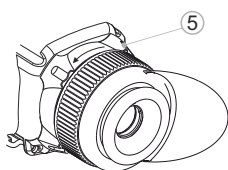

Fig.4
- Ruotare l'anello di bloccaggio dell'oculare (5) in senso antiorario fino a sentire un clic e rimuovere l'oculare (Fig. 4).
- Far scattare la leva (18) dalla posizione iniziale "APERTO" di apertura alla posizione "CHIUSO" (fig. 4). Verificare che l'adattatore sia inserito saldamente sulla lente dell'obiettivo.
- Allentare la vite di bloccaggio (19) con la chiave esagonale (S = 2 mm).
- Serrare la vite (20) con chiave (S=4 mm) con la forza di chiusura necessaria per garantire che l'adattatore si adatti strettamente alla lente obiettivo.
- Serrare la vite di bloccaggio (19).